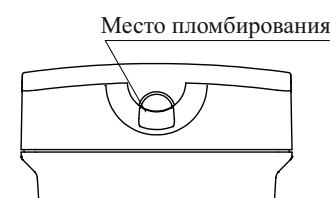

Рисунок 3
6.12 Конструкция УДП предусматривает возможность их пломбирования (рисунок 3) любым пластичным, легко разрушаемым материалом. Место пломбирования указано на рисунке 3.